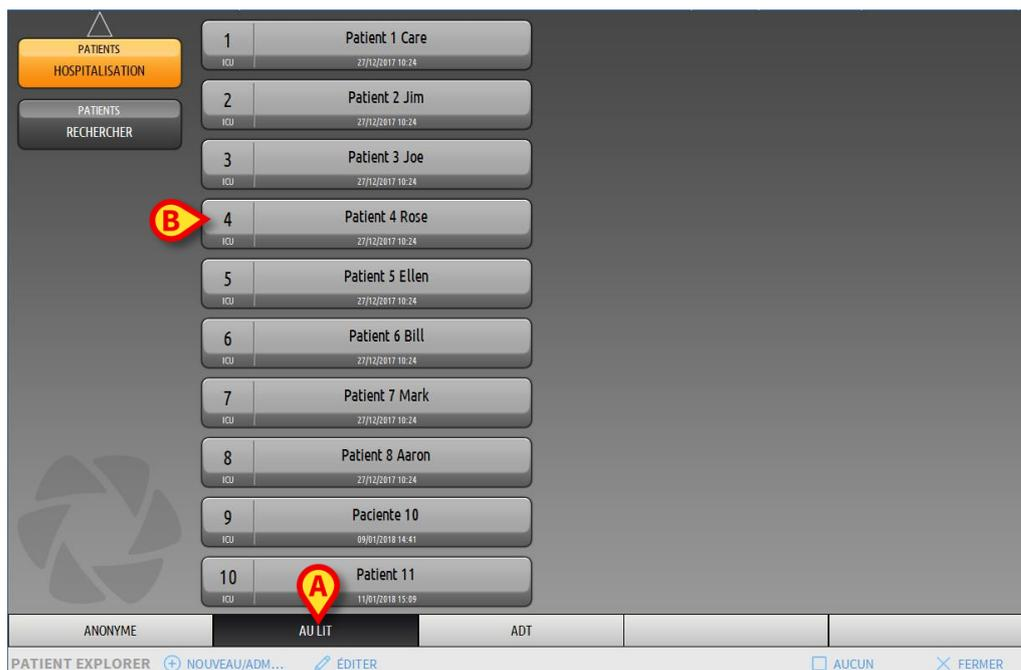

Fig 97
- Cliquer sur la touche **Au lit** sur la barre de commande (Fig 97 A)
La liste de lits configurés dans le domaine est ainsi affichée (Fig 97 B).
Les touches rectangulaires sur l'écran (Fig 97 **B**) représentent les lits configurés dans le domaine du poste de travail (généralement, les lits d'une salle donnée). Si un patient est admis à un lit, son nom s'affiche dans la zone (Fig 98 **A**). La date d'admission peut être lue sous le nom du patient. Les zones sans nom correspondent à des lits vides (Fig 98 **B**).
Si le système est configuré ainsi et si les informations sur le lit sont fournies, le patient peut alors être admis directement au lit par l'ADT. Dans ce cas, le personnel de salle voit automatiquement les nouveaux patients sur la liste des patients admis (Fig 97). Sinon, les patients assignés au service par l'ADT sont énumérés sur un écran spécifique. Pour accéder à cet écran: